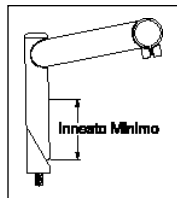

Fig. 1
- Installare l'anello della serie sterzo (diametro interno di 26,4 mm per steli di sterzo da 25,4 mm, e di 29,9 mm per steli di sterzo da 28,6 mm) saldamente sulla cima della corona della forcella. Installare il gruppo forcella sulla bicicletta. Accertarsi che vi siano filetti sufficienti per bloccare adeguatamente la serie sterzo. Sugli steli di sterzo non filettati (tipo Aheadset), accertarsi che vi sia lunghezza sufficiente per bloccare correttamente l'attacco del manubrio (consultare le istruzioni del produttore dell'attacco del manubrio). Regolare la serie sterzo in modo che scorra liberamente senza gioco (vedi Fig. 1).